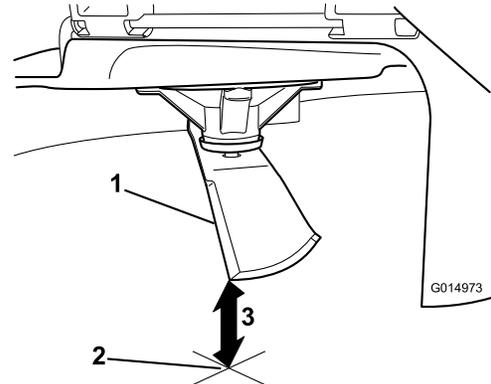

**Figura 92**
3. Distancia medida entre la cuchilla y la superficie (A)
4. Gire la misma cuchilla 180 grados de manera que el otro extremo esté en la misma posición (Figura 92).